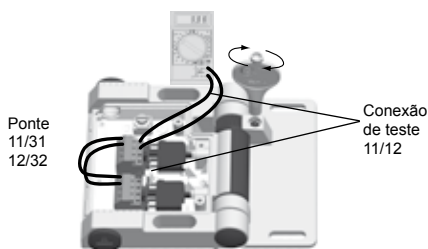

Fig. 5
3. Colocar os dois contactos NF em paralelo, ligar o terminal 11 ao 31 e o terminal 12 ao 32. (Fig. 5)
4. Ligar o teste de continuidade aos terminais 11/12 dos contactos NF ou utilizar as conexões de teste dos terminais (Fig. 5)